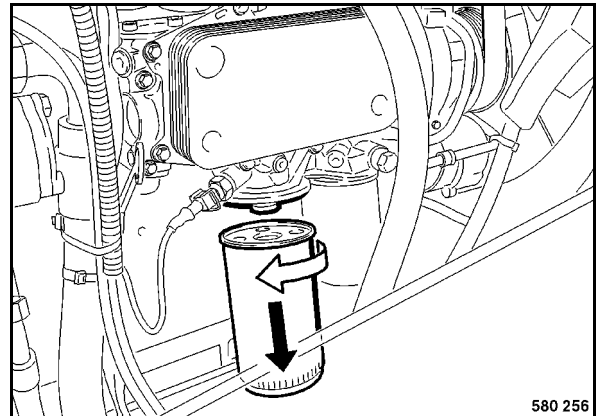

Fig. 138
- Limpiar la parte exterior del cartucho filtrante (Fig. 138) a fondo.